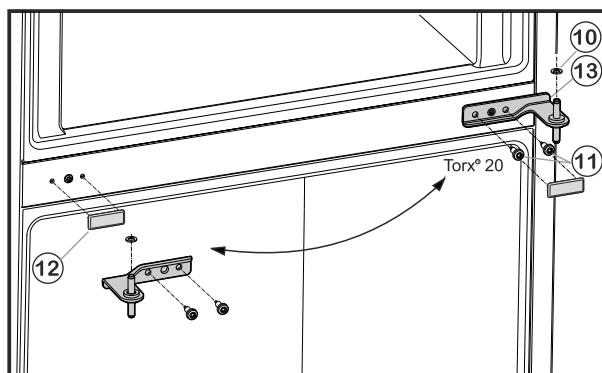

Fig. 6
- Викрутіть гвинти кріплення Fig. 6 (11) (2 шт. Torx® 20) та вийміть середній кронштейн з нижніх дверцят.
- Зніміть пластикову шайбу Fig. 6 (10).
- Обережно зніміть кришку Fig. 6 (12).
- Встановіть кришку Fig. 6 (12) на протилежному боці.
- Вставте середній опорний кронштейн Fig. 6 (13) повертнувши його на 180°, у нижні дверцята і прикрутіть за допомогою гвинтів кріплення Fig. 6 (11) (2 шт. Torx® 20) до нового боку шарніра **(з моментом 4 Нм)**.
- Знову встановіть пластикову шайбу Fig. 6 (10).
- Встановіть верхні дверцята на середній опорний кронштейн Fig. 6 (13).